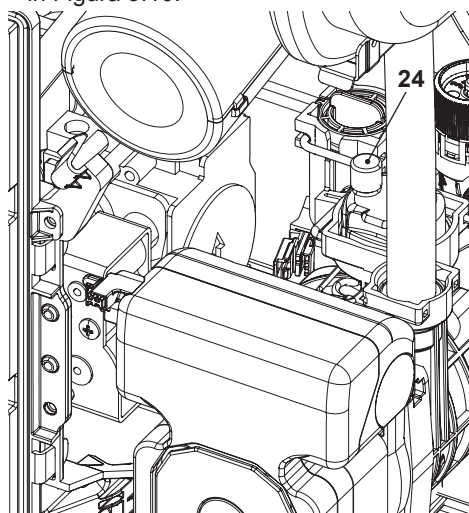

Figura 9.10
- Per facilitare lo svuotamento, svitare il tappo 24 della valvola di sfiato automatica in Figura 9.10.